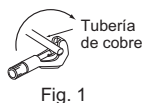

Fig. 1
- La manguera de drenaje debe quedar hacia abajo para facilitar el drenaje. (Fig. 1)
- Junta la tubería del refrigerante y la manguera de drenaje, y a continuación sujételas firmemente con cinta de fieltro (4) a partir del extremo. La cinta de fieltro (4) debe solaparse 1/3 de su anchura. Emplee esparadrapo en el extremo de la cinta de fieltro (4).
- Saque la tapa de drenaje de la parte posterior derecha de la unidad interior. (Fig. 1)
- Sostenga la sección convexa por el extremo y saque la tapa. (Fig. 1)
- 1) Corte el tubo de cobre correctamente con un cortador de tubos. (Fig. 1, 2)